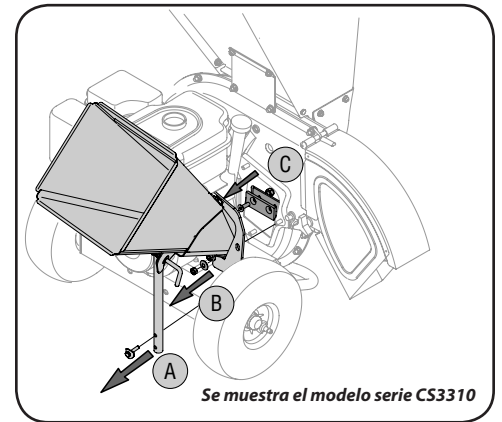

Figura 5-2
10. Retire la traba que sujeta el canal de la astilladora a la estructura. Para ello saque los dos pernos hexagonales y las arandelas cóncavas que la aseguran. Vea A en Figura 5-2.
11. Para sacar el canal de la astilladora saque las tres tuercas hexagonales y las arandelas que lo aseguran a la caja del motor. Vea B en Figura 5-2.
13. Para sacar la cuchilla saque los tornillos hexagonales internos, las arandelas de seguridad y las tuercas hexagonales que la sujetan al motor. Vea C en Figura 5-2. Guarde los accesorios.